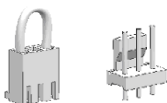

Figura 3.16: Puentes
- Desconecte los filtros RFI de la puesta a tierra levantando los puentes de sus posiciones por defecto. Vea la Figura 3.16.